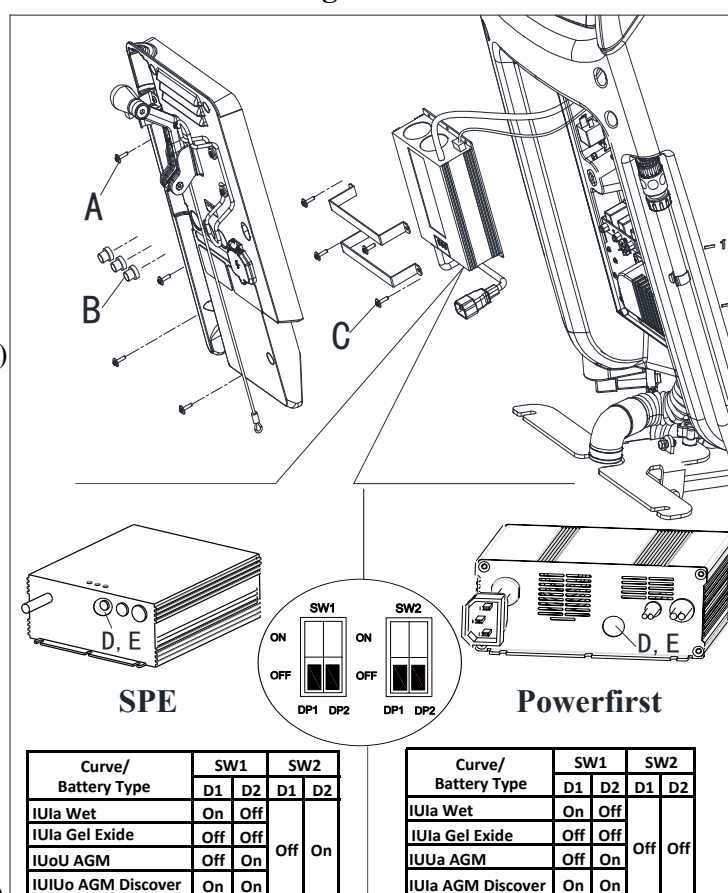

Figura 4.1
7. Scoateți șuruburile (A, B, C, Figura 4.1).
8. Deschideți încărcătorul și găsiți comut.1 (E, figura 4.1).
9. Setări comutatoarele conform tabelului (figura 4.1).
10. Instalați șuruburile (A, B, C, Figura 4.1) după ce setarea este finalizată.